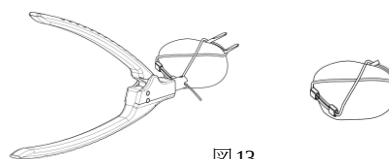

図13
- 6) ケーブルカッターGの丸穴開口部よりケーブルを通し、U字溝へ案内させます。可能な限りスリーブ部にケーブルカッターを密着させ、ケーブル残余部 (左右) を切断します。(図13)